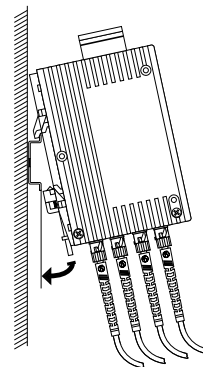
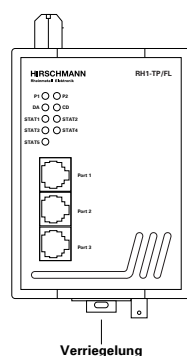

Abb. 5: Montage des RH1-TP/FL
Abb. 6: Demontage des RH1-TP/FL
- nach unten (vgl. Abb. 6, Demontage) und drücken Sie die Unterseite des Moduls auf die Hutschiene, bis sie einrastet (Abb. 5).
Um den RH1-TP/FL von der Hutschiene zu demontieren, fahren Sie mit einem Schraubendreher waagrecht unterhalb des Gehäuses in den Verriegelungsschieber, ziehen diesen – ohne den Schraubendreher zu kippen – nach unten und klappen den RH1-TP/FL nach oben (Abb. 6).